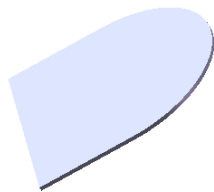
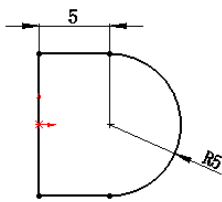

图 4.10 基体—法兰 1
图 4.11 横断面草图
Step2. 创建图 4.10 所示的钣金基础特征——基体—法兰 1。
(1) 选择命令。选择下拉菜单“插入(I)” → “钣金(B)” → “基体法兰(A)...”命令(或单击“钣金”工具栏上的“基体法兰/薄片”按钮)。
(2) 定义特征的横断面草图。
① 定义草图平面。选取前视基准面作为草图平面。
② 定义横断面草图。在草图环境中绘制图 4.11 所示的横断面草图。
③ 选择下拉菜单“插入(I)” → “退出草图”命令, 退出草图环境, 此时系统弹出“基体法兰”对话框。